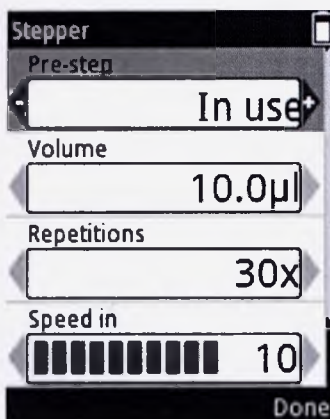

Рисунок D16.
6. Предварительный шаг – это дополнительный шаг дозирования, который может улучшить результаты при использовании определенных жидкостей. Установка по умолчанию для предварительного шага – «используется», но ее можно изменить на «не используется». Путем прокрутки перейдите к Pre-step (Предварительный шаг) и измените значение параметра с помощью клавиш (Рисунок D16).